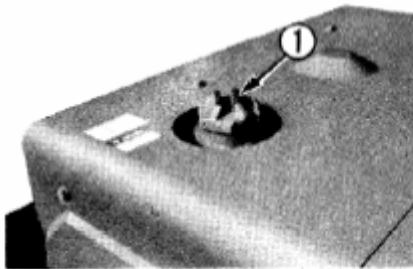

Рисунок 2-1
1) Снимите колпачок водяного бака (1) (рисунок 2-1), и проверьте, достигает ли уровень воды(охлаждающей жидкости) заданной высоты.